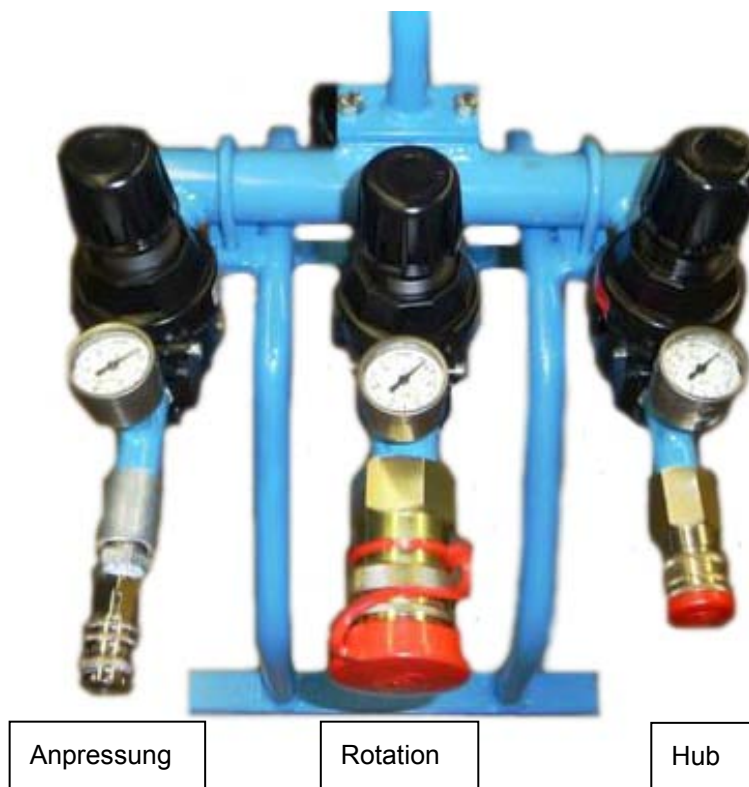

Bild 3- Luftversorgungseinheit
- a. Die Luftversorgungseinheit – siehe Bild 3 ist auf einen sicheren Untergrund zu stellen.
Der Hubmotor (pneumatischer Seilzug Pos.001) wird mit entsprechendem Luftschlauch von der Versorgungsstation Anschluss 1 (Bild 3) direkt mit dem Hubmotor (Bild 6) verbunden.
Die pneumatische Antriebseinheit ( Pos.009) wird durch den Anschluss 2 (Bild 3) der Luftversorgungseinheit passenden Schlauch verbunden. Die Antriebseinheit hat eine feststehende Verrohrung mit dem am Führungsarm befindlichen Kugelhahn, an den der Schlauch direkt anzuschließen ist.
Die Versorgung der Anpresseinheit erfolgt über den Anschluss 3 (Bild 3) der Luftversorgungseinheit passenden Schlauch. Die Verbindung verläuft von Anschluss 3 zum Schiebeventil am Führungsarm.